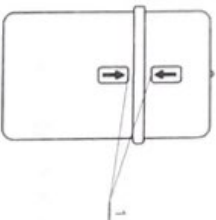

Рис. 2 - Расположение стрелок-указателей при установке верхней крышки на основную ёмкость
6.5 Установите верхнюю крышку на основную ёмкость так, чтобы стрелки-указатели (1), расположенные на боковых поверхностях верхней крышки и основной ёмкости, оказались друг напротив друга, при этом чёрные аноды должны быть внутри керамического стакана, а светлые катода - снаружи его (рис. 2). Осторожно осадите верхнюю крышку на основную ёмкость до упора.